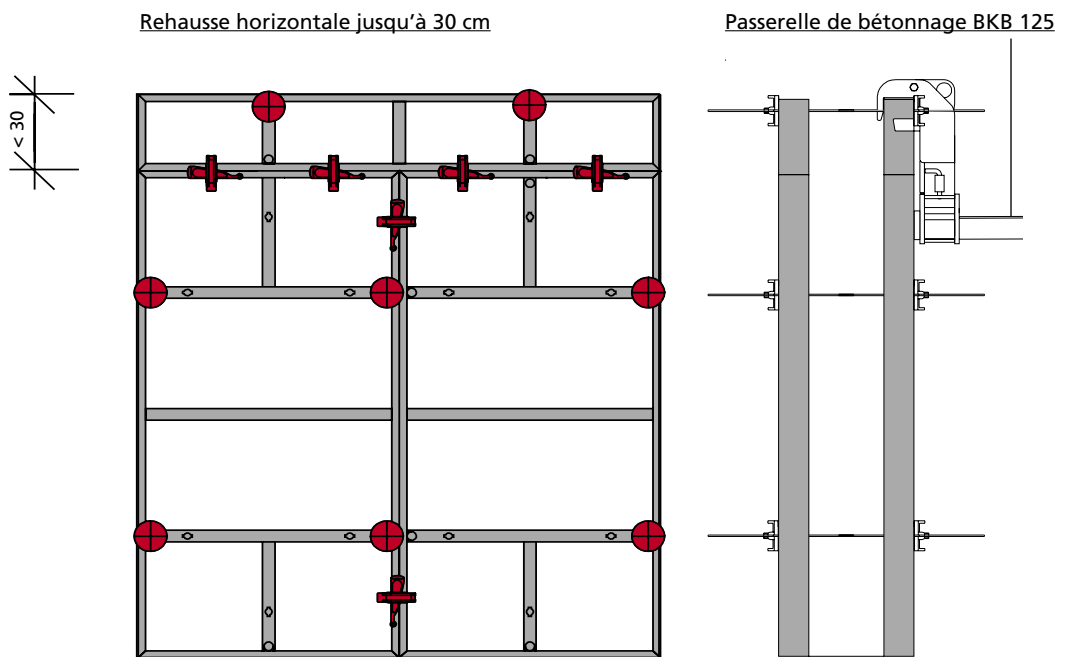

Fig. 12.2
■ Dans le cas d'une largeur du panneau de rehausse inférieure ou égale à 30 cm, on n'utilise les passages de tiges supérieurs que lors de l'emploi d'une passerelle de bétonnage BKB 125 (Fig. 12.2).